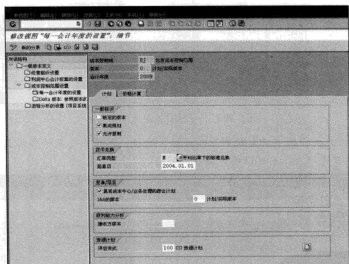

图 5-112 每一会计年度的版本细节设置
STEP 4 单击某一年度的版本，即可进入该年度版本信息的细节设置界面，如图 5-112 所示。在细节设置中，可以为该年度的控制范围设置“汇率类型”、“起息日”、“计划/实际版本”、“评估变式”等信息。